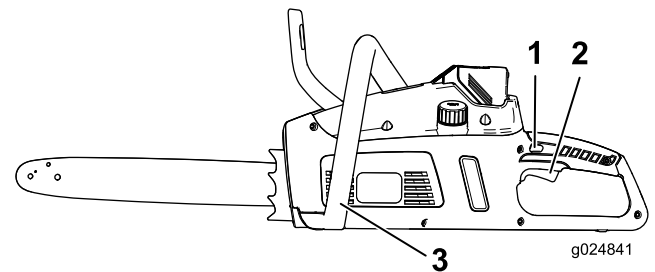

Figura 6
4. Con una mano en la empuñadura auxiliar y la otra en la empuñadura del gatillo, presione el seguro del gatillo y luego apriete el gatillo para arrancar la motosierra (Figura 6).